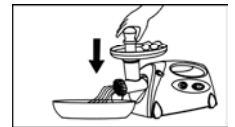

fig.7
- 3- Introduire les morceaux de viande dans l'axe récepteur en utilisant uniquement le poussoir (fig. 7).